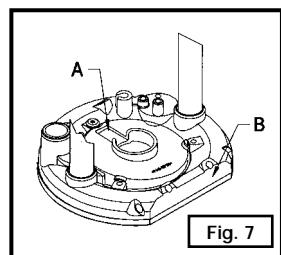

Fig. 7
**NOTA:** Para asegurarse de que el sistema de recolección de polvo funcione correctamente, asegúrese de que la cubierta antipolvo esté instalada de manera que la ranura, (A), Fig. 7, que está en la parte superior de dicha cubierta se encuentre ubicada en la posición opuesta al lado plano, (B) de la base.